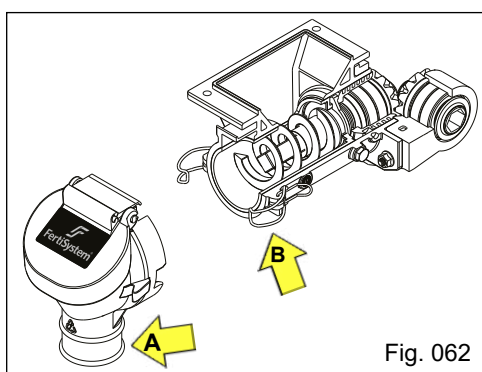

Fig. 062
a) Desmonte o bocal "A", através do engate rápido "B" (Fig. 062).